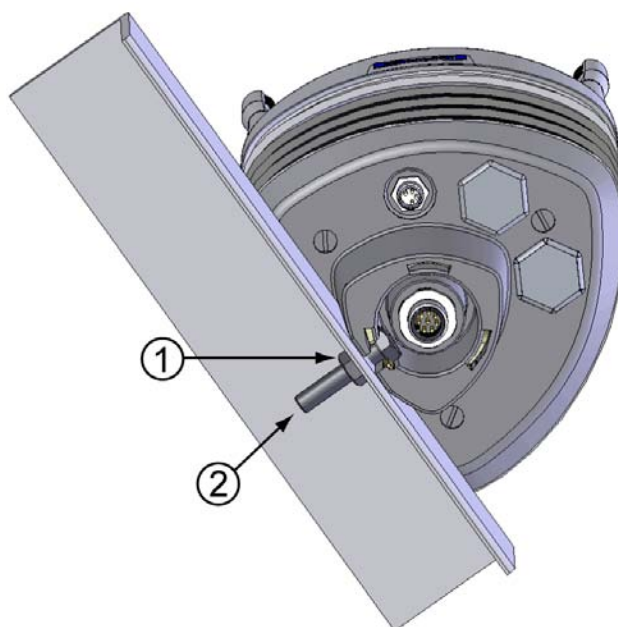
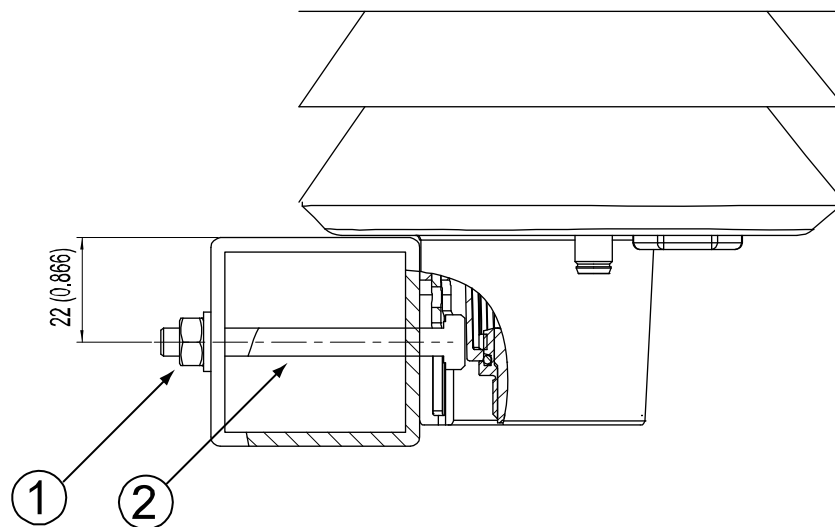

Figure 14 Montage du WXT520 sur une traverse (Profil en L)
Figure 15 Emplacement de la vis de serrage sur la traverse
3. Montez le transmetteur sur la traverse en utilisant la vis de serrage (M6 DIN933) et un écrou, se reporter à Figure 14 à la page 39 et Figure 15 à la page 40.
Les numéros suivant se rapportent à la Figure 14 à la page 39 :
Les numéros suivant se rapportent à la Figure 15 à la page 40 :